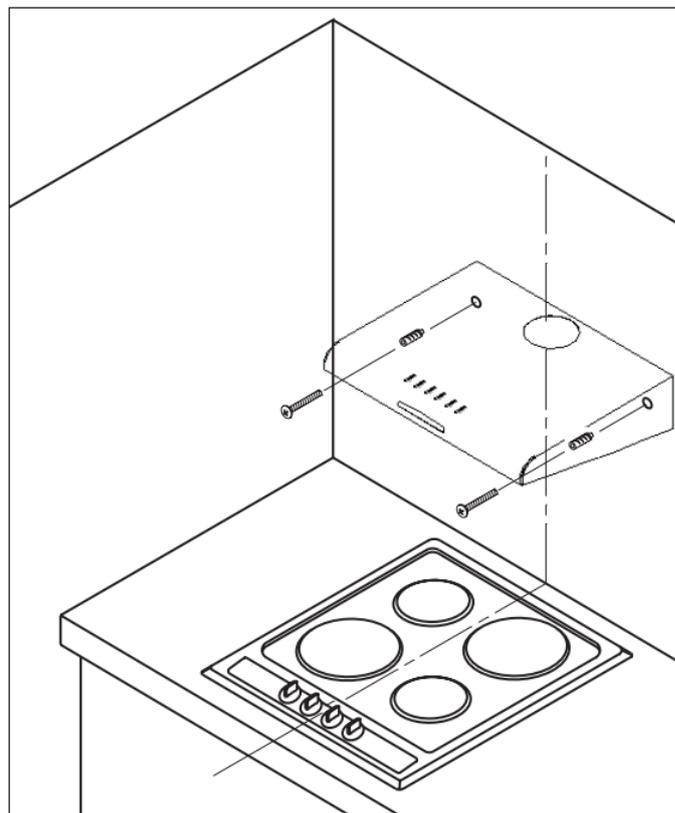
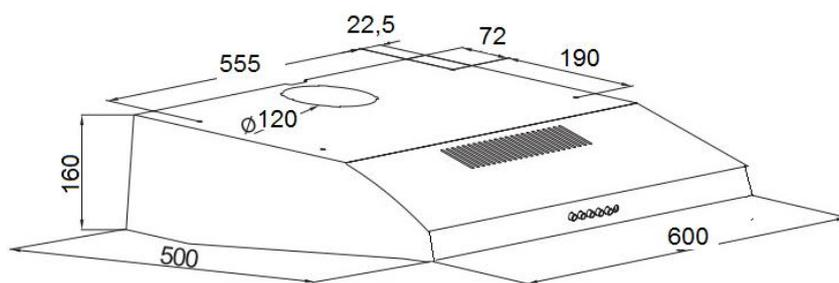

Fig. 7c
Fig. 7d
- Placez la hotte contre le mur et vissez-la ensuite au mur (Fig. 7c), la hotte est également dotée de trous en haut, de manière à ce qu'elle puisse également être vissée à un placard – l'emplacement des trous est indiqué sur la Fig. 7d.